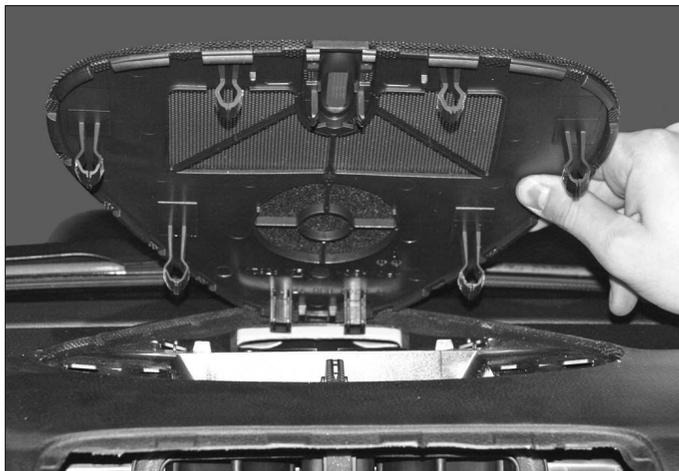

FIG. 35
- la grille centrale (Fig.35).